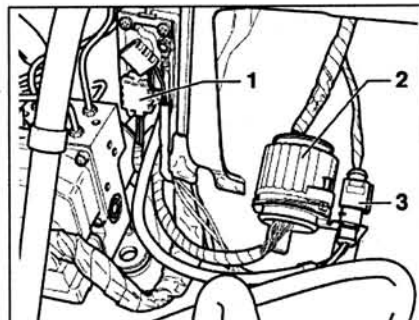

Рис. 2.30. Отсоедините жгут проводов 1 предпускового подогрева от блока управления предпусковым подогревом. Отсоедините разъемы 2 и 3 жгутов проводки двигателя.
14. Отсоедините жгут проводов 1 предпускового подогрева от блока управления предпусковым подогревом (рис. 2.30). Отсоедините разъемы 2 и 3 жгутов проводки двигателя.